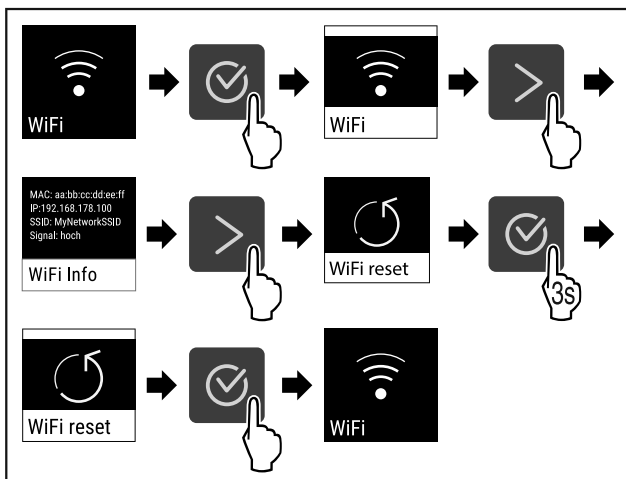

Fig. 87
- ▶ Провести етапи операцій (див. Fig. 87).